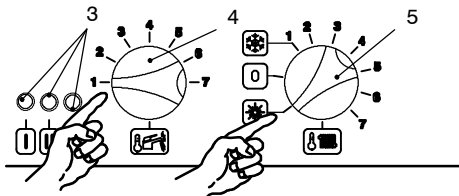
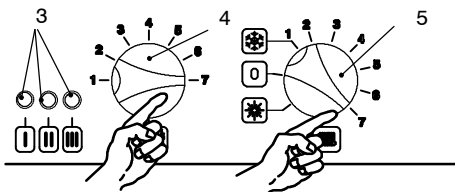

fig. 7.1
fig. 7.2
- 5 Gire el mando para la regulación de la temperatura de los sanitarios (4) y el mando de selección de función (5) en sentido contrario al de las agujas del reloj y colocar los conmutadores como en la fig. 7.1
- 7 Los indicadores de señalación 3 (fig. 7.1) parpadean alternativamente: el primo y el tercio parpadean alternativamente con el segundo. ha iniciado la cuenta del tiempo disponible para la validación de la programación de los parámetros (5sec).
- 8 Gire los mandos 4 y 5 simultáneamente en el sentido de las agujas del reloj hasta el tope (fig. 7.2), a continuación gírelos en sentido contrario al de las agujas del reloj hasta el mínimo (fig. 7.1).
sentido de las agujas del reloj y colocarlo como en la fig. 7.2.